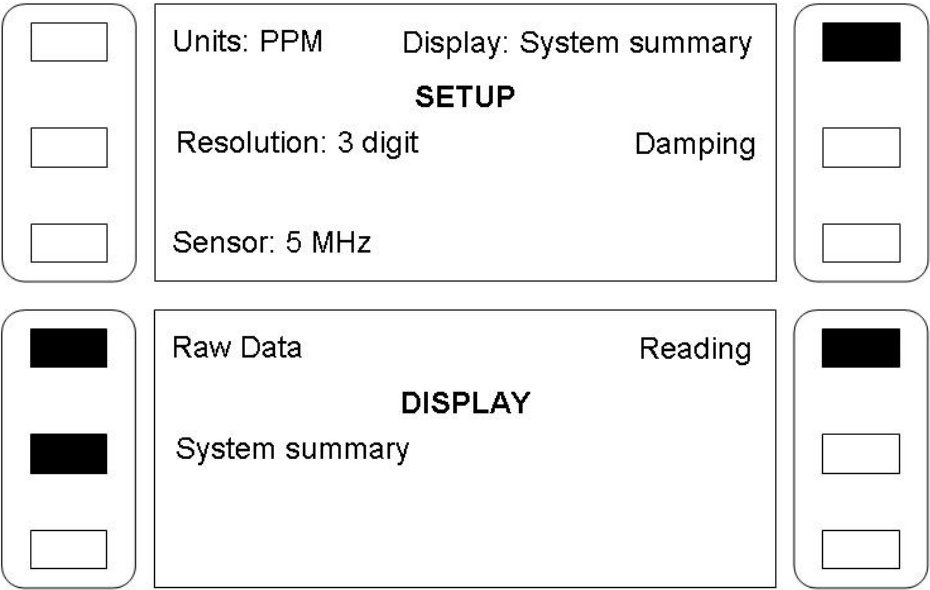
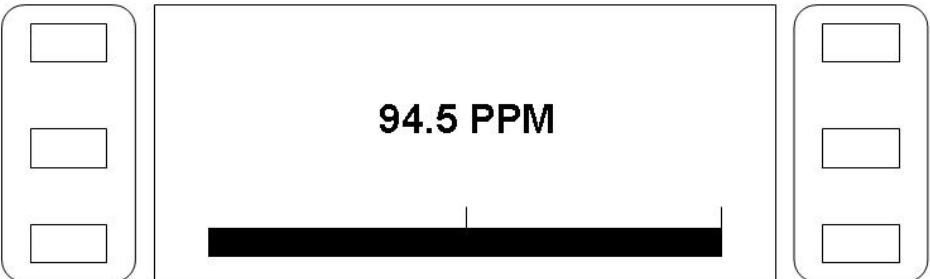

Fig. 9 : Les différents affichages
Fig. 12 : Lecture valeurs étalonnées
- "Display" l'afficheur permet à l'utilisateur d'activer l'écran pour afficher (Fig. 9 à Fig. 12):